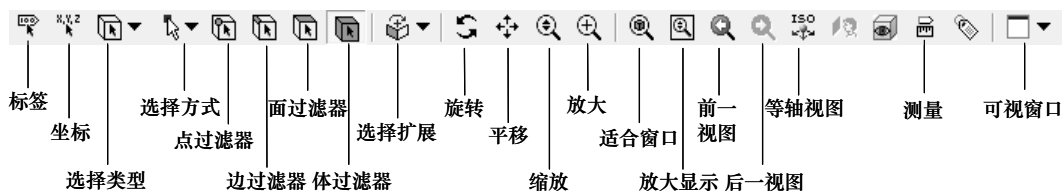

图 4-5 【选择和视图】工具栏
(2) 【选择和视图】工具栏 【选择和视图】工具栏中的命令用于图形选择和视图操作，如图 4-5 所示。